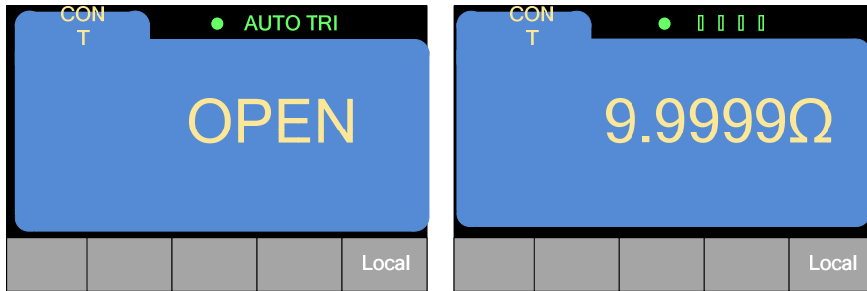

图 2.6.3 通断测量界面
1、在二极管测试模式下再按次  键选择通断测量。当测得电阻值大于蜂鸣器门限时显示 OPEN，测得电阻值小于蜂鸣器门限时显示电阻值。蜂鸣器门限为 $10\ \Omega$ 。通断测量界面如图 2.6.3 所示：